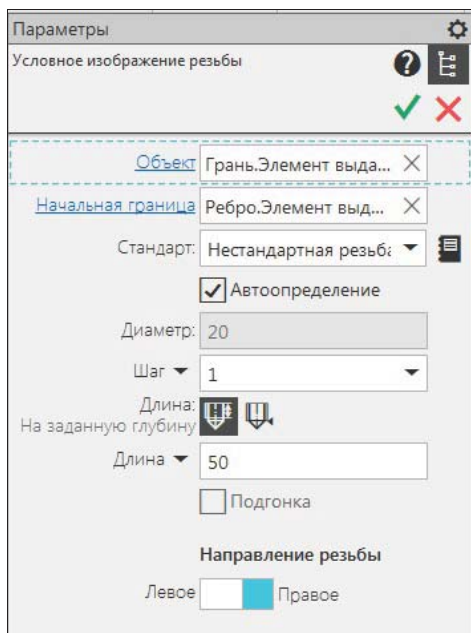

Рис. 28.21. Панель Параметры:
- ◆ на панели **Параметры: Условное обозначение резьбы** (рис. 28.21) можно выполнить настройку: